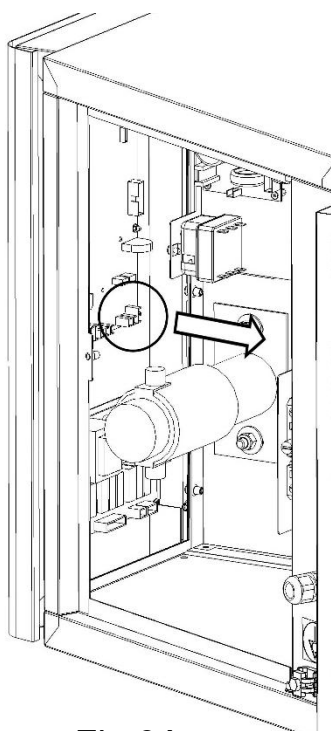

Fig.9A
3. Débrancher les connexions électriques de la carte base (Fig.9A)..